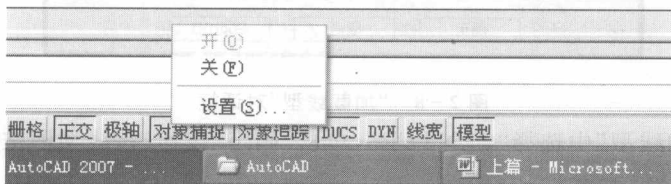

图 2-11 “对象捕捉”设置菜单
- 在状态栏中“对象捕捉”按钮上右击,弹出如图 2-11 所示的菜单。